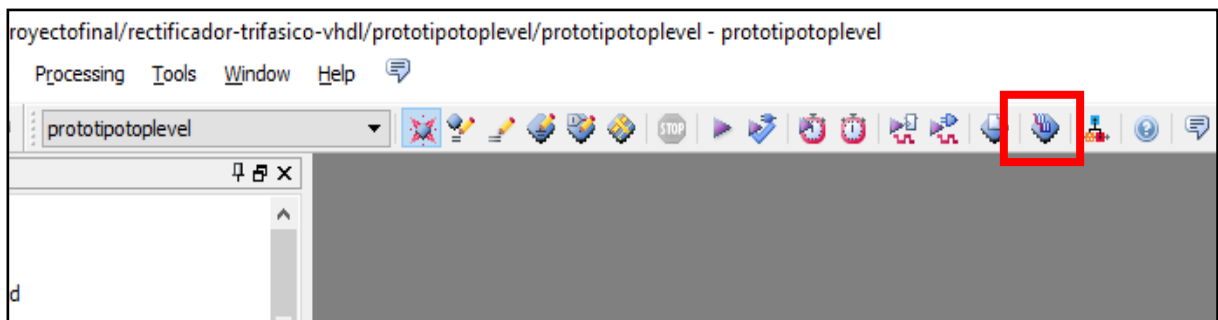

Figura 14: Botón de programación en la barra de herramientas en el proyecto (captura de pantalla)
- 4) Una vez ya ubicados en la ventana principal del software Quartus, se debe seleccionar el botón de programación en la barra de herramientas del software, situada en la parte superior del área de trabajo como se muestra en la Figura 14.